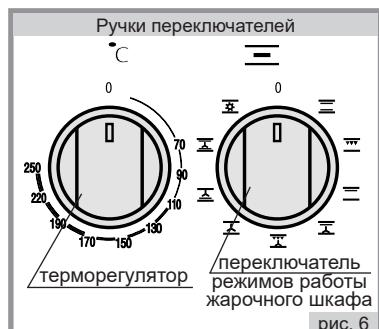

рис. 6
■ Установка рабочей температуры в жарочном шкафу обеспечивается терморегулятором, который задает необходимую температуру (рис.6). Значения температур указаны на панели управления и являются ориентировочными, могут колебаться в пределах $\pm 15^{\circ}\text{C}$.
■ Ручкой переключателя режимов (рис.6) установить нужный Вам режим работы жарочного шкафа, повернув ручку в любую сторону и установив ее на нужный значок. При этом загорается красная сигнальная лампочка, что означает готовность жарочного шкафа к работе, но нагреватели при этом не включаются.